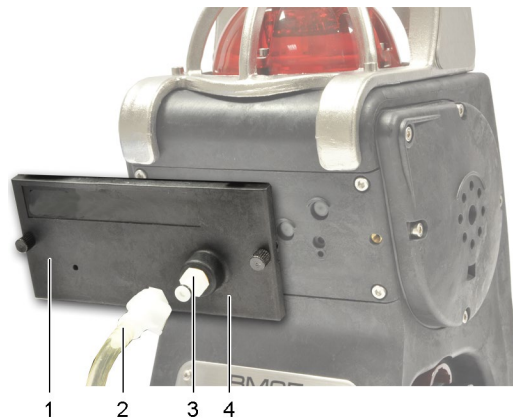

Figura 16: posicionamento da capa dos sensores (BM 25/25W não equipado com uma bomba elétrica)
- Coloque e parafuse a capa sobre os sensores (Figura 16: posicionamento da capa dos sensores (BM 25/25W não equipado com uma bomba elétrica) ref. 1); esta capa não apresenta saliência como mencionado anteriormente (ref. 4).
- Conecte a linha de amostragem (ref. 2) na entrada de gás (ref. 3).